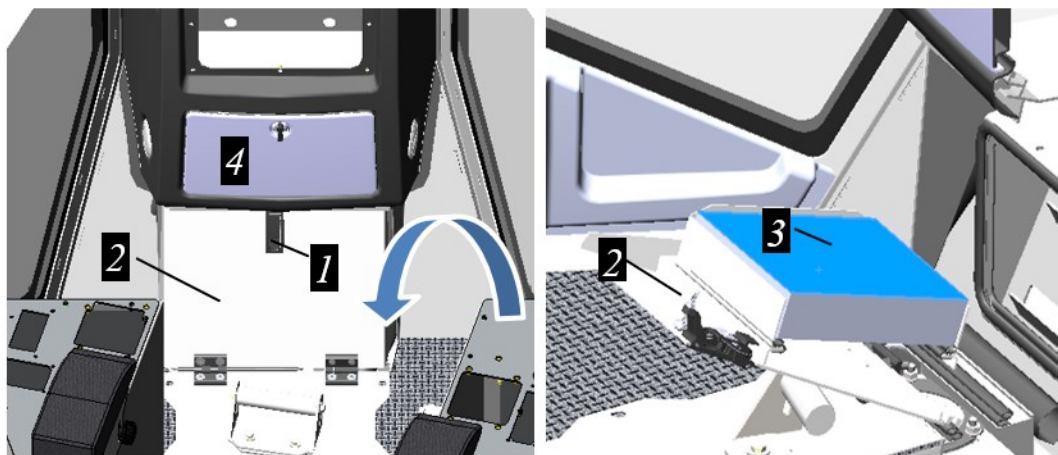
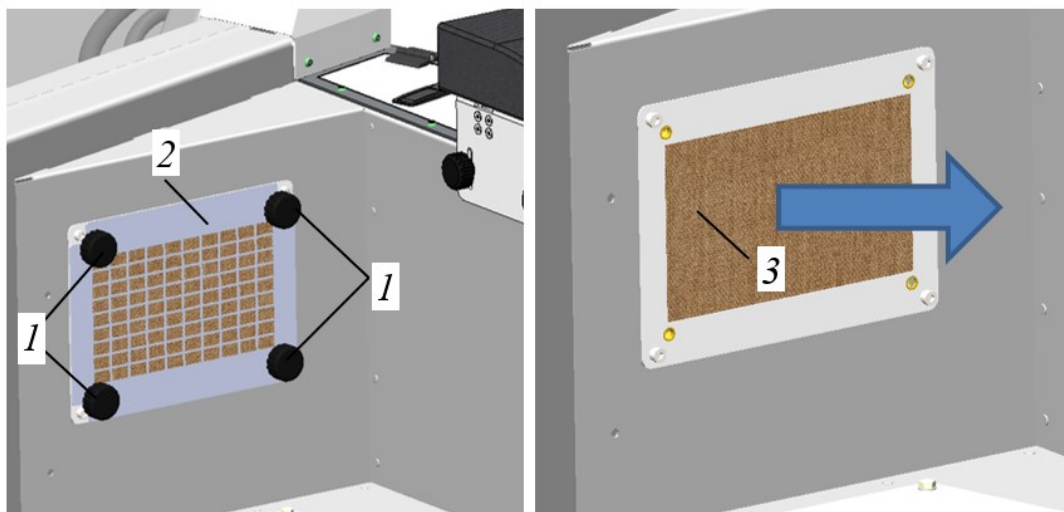

Рисунок 3.38. Процедура замены фильтрующего элемента климатической системы
Рисунок 3.39. Процедура замены фильтрующего элемента системы рециркуляции
В кабине оператора установлены два воздушных фильтра. Фильтр №1 очищает воздух поступающий из вне с улицы. Фильтр располагается в передней части кабины, в ногах оператора под ящиком для документов, см. рис. 3.38. Фильтр №2 очищает воздух циркулирующий внутри кабины, когда включен режим рециркуляции. Фильтр №2 установлен в задней части кабины за креслом оператора, см. рис. 3.39. Замену фильтров производить согласно **графику ТО и контроля** см. п. 5.1, либо ранее при работе машины в условиях повышенной запыленности.
- ▶ Нажать кнопку, открыть замок 1, рис. 3.38.
- ▶ Потянуть крышку 2 на себя и откинуть ее назад (в сторону сиденья), рис. 3.38.
- ▶ Извлечь фильтр 3 из крышки (фильтр-бокс) 2, см. рис. 3.38.
- ▶ Отвернуть 4 барашка поз. 1, рис. 3.39.
- ▶ Снять решетку 2, рис. 3.39.